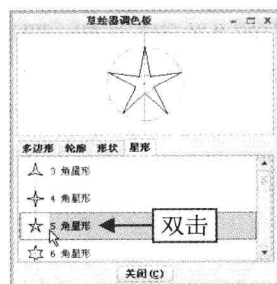

图 2-114 双击鼠标左键
Step 03 弹出“草绘器调色板”对话框，切换至“星形”选项卡，在“5 角星形”图标上双击鼠标左键，如图 2-114 所示。